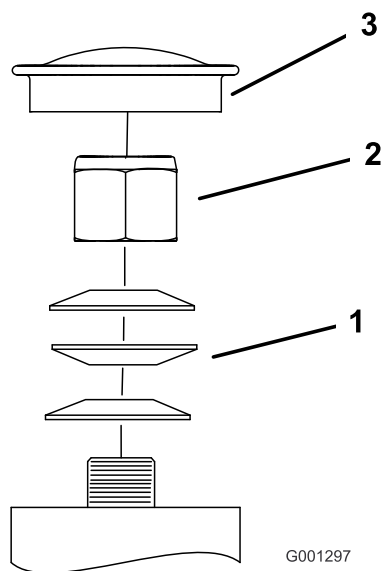

Figura 47
3. Togliete il cappuccio antipolvere dalla ruota orientabile e serrate il dado di bloccaggio (Figura 47).
4. Serrate il dado di bloccaggio finché le rondelle elastiche non sono piatte, quindi tornate indietro di un quarto di giro per mettere a punto il precarico sui cuscinetti (Figura 47).
Importante: Verificate che le rondelle elastiche siano montate correttamente, come mostrato nella Figura 47.
5. Montate il coperchietto antipolvere (Figura 47).